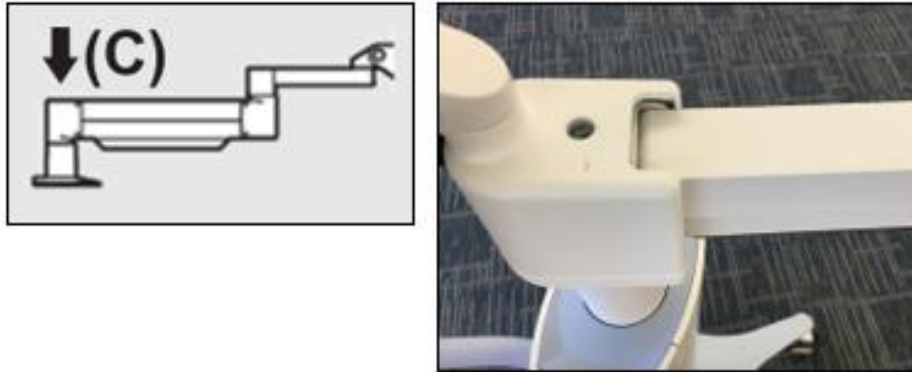

Abbildung 4-7. Armspannung mit Schraube C für die Kraftregelung einstellen
- Stellen Sie die Armspannung mit Schraube C für die Kraftregelung ein. Drehen Sie Schraube C mit einem 7/32-Inbusschlüssel gegen den Uhrzeigersinn, bis der Arm sich langsam zu heben beginnt. Wenn Sie nach dem Einstellen leicht auf den Arm tippen, sollte er etwas zurückfedern. Siehe Abbildung 4-7.